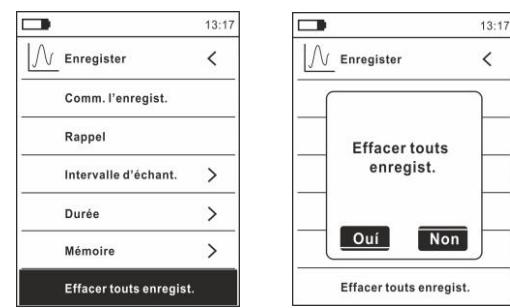

Fig. 42: Data logger – Suppression de tous les enregistrements
26. Sélectionner la rubrique « Effacer tous enregist. » (voir Fig. 42 – partie gauche) et appuyer sur la touche **≡**. La page-écran Fig. 42 – partie droite s'affiche à l'écran